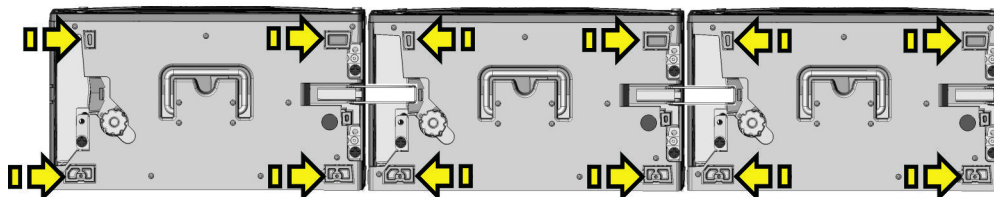

Рис. 2-7 Интерфейсные площадки на верхней стороне ячеек MicroTiles
10. После сборки первого ряда поместите ровную линейку на интерфейсные площадки (Рис. 2-7) на верхней стороне ячеек, и убедитесь, что ряд собран ровно. При необходимости настройте вертикальные винты (при сборке на подставках) и винты горизонтальной регулировки.